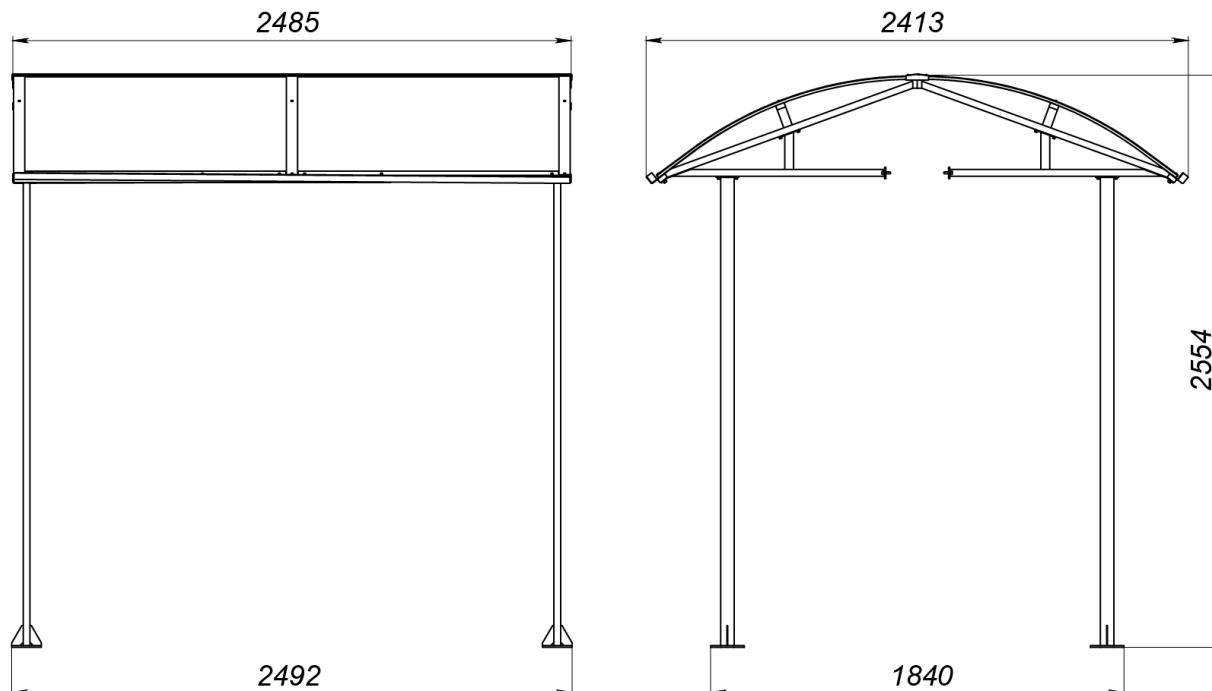
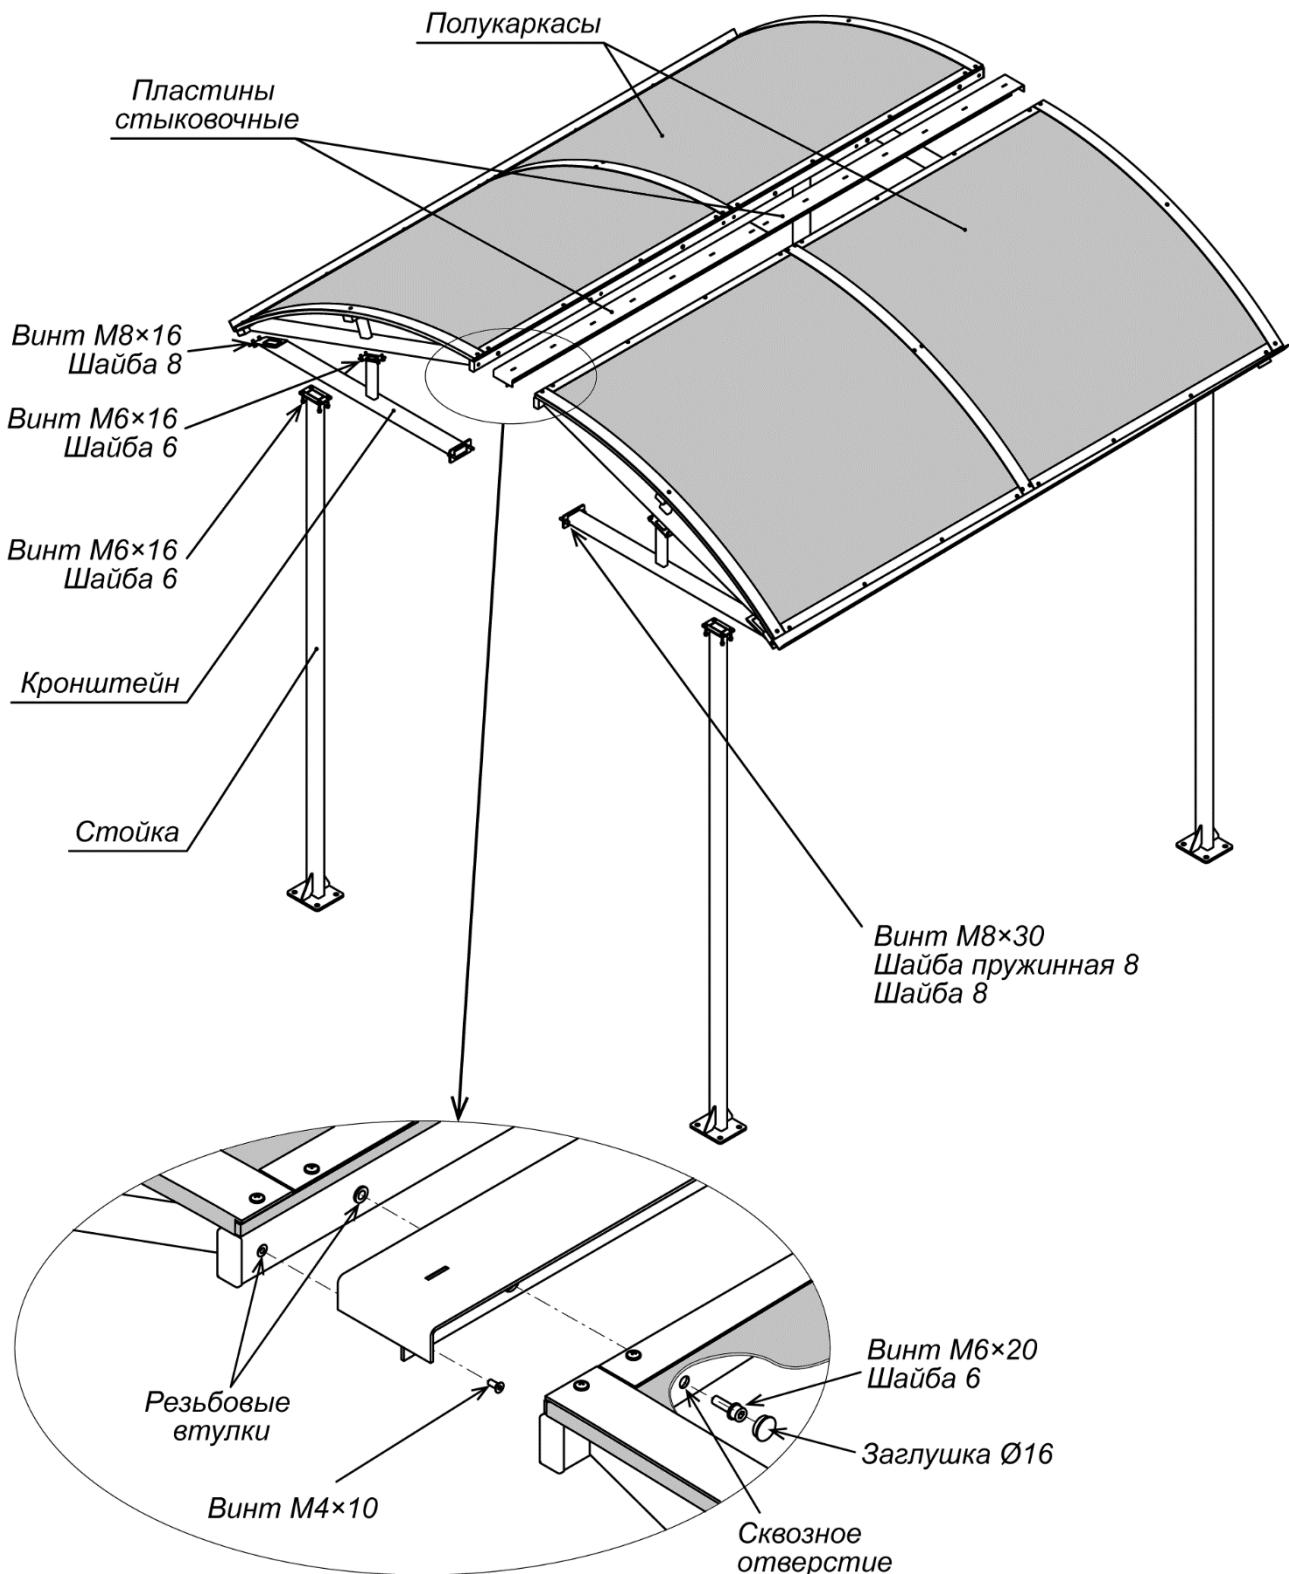
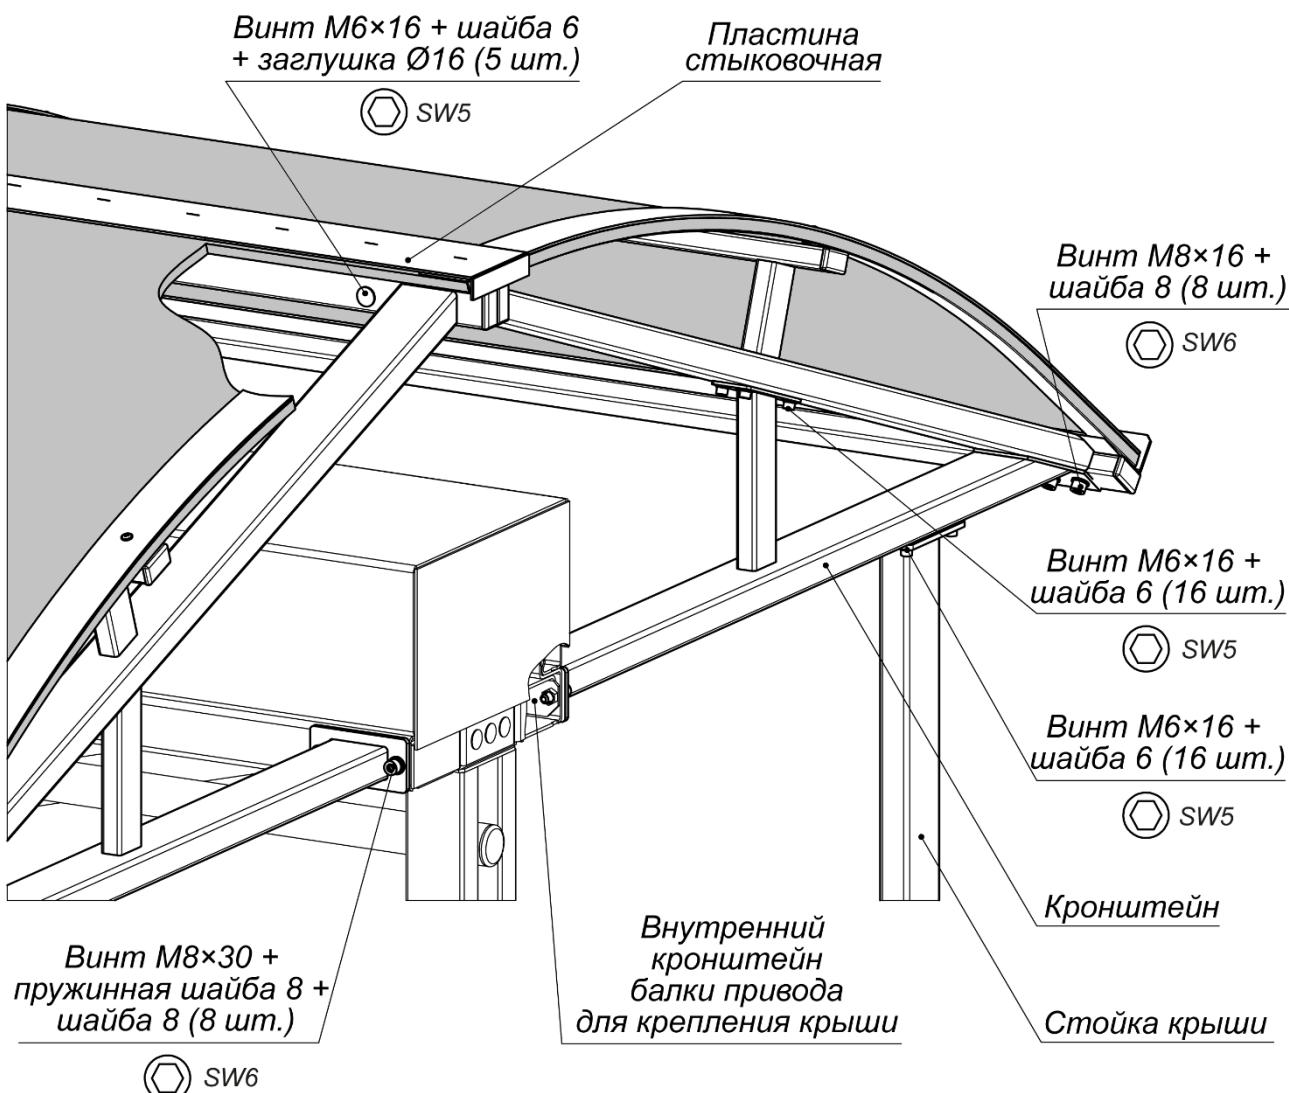

Рисунок 1. Габаритные размеры крыши
Рисунок 2. Устройство крыши
Рисунок 4. Монтаж крыши к балке привода турникета
¹ Габаритные размеры крыши указаны на рис. 1.
Устройство крыши показано на рис. 2. Габаритные размеры крыши показаны на рис. 1.
7. Поднимите кронштейн на верхнюю горизонтальную площадку стойки, совмещая крепежные отверстия и отверстия в стойках и сориентировав фланец кронштейна на боковой поверхности балки привода турникета. Зафиксируйте кронштейн винтами M6×16 с шайбами на каждой стойке, ключ SW5 (см. рис. 4).
9. Закрепите кронштейн двумя винтами M8×30 с пружинными и плоскими шайбами к балке привода турникета, ключ SW6 (см. рис. 4). Затяжка болтов – предварительная. Стык фланца кронштейна и балки привода турникета перед затяжкой винтов рекомендуется герметизировать силиконовым герметиком.
11. Выберите полукаркас, в верхнем профиле которого впрессованы резьбовые втулки (см. рис. 2). Установите его на кронштейны с одной из сторон турникета **PERCo-RTD-20**, зафиксировав его восемью винтами M6×16 с шайбами (ключ SW5) и четырьмя винтами M8×16 с шайбами (ключ SW6) (см. рис. 4).
12. Закрепите две пластины стыковочные на установленном полукаркасе крыши шестью винтами с потайной головкой M4×10 (ключ SW3) (см. рис. 2).
14. Соедините верхние профили полукаркасов винтами M6×20 с шайбами – 6 шт. (ключ SW5) для получения прочной конструкции (см. рис. 2). Отверстия под головки болтов заглушите заглушками Ø16 мм.